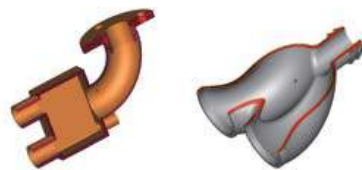

图4
1. 功能性：主要是提升溶剂混合效率，在不完全改动原有设计的设计上加入出口分流设计（图4）